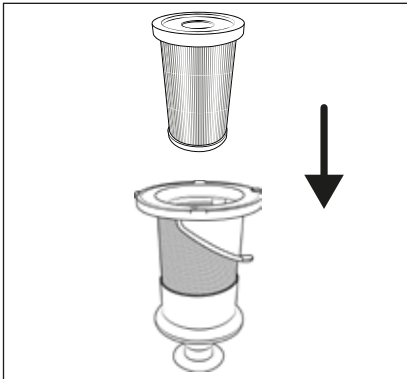

Fig. 22
- 7) Insérez le filtre HEPA **4** dans le filtre en acier inoxydable **5** (voir fig. 22).